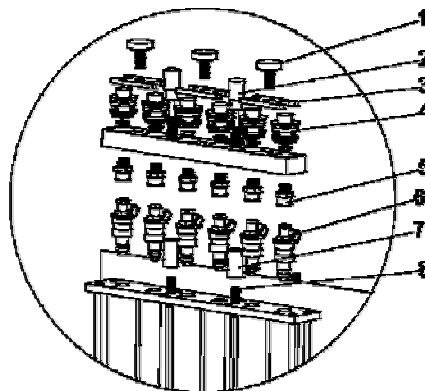

IMAGEN 2
- 3.- Ajuste la posición de tornillo y tuerca estriada, según altura de los inyectores. Monte el distribuidor de combustible e inyectores en el soporte. Apriete las tuercas estriadas, como se observa en la imagen 2.
(7) El sistema se detendrá automáticamente al terminar la prueba. Y la alarma sonará.